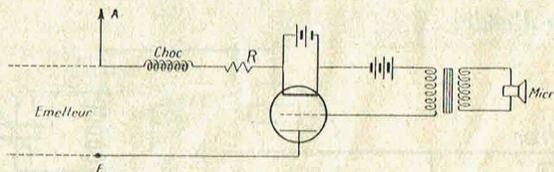

Fig. 34.
**Modulation :** Elle ne peut se faire que par absorption sur l'antenne, puisque la fréquence est commandée par le quartz. La figure 34 donne le schéma de cette modulation.